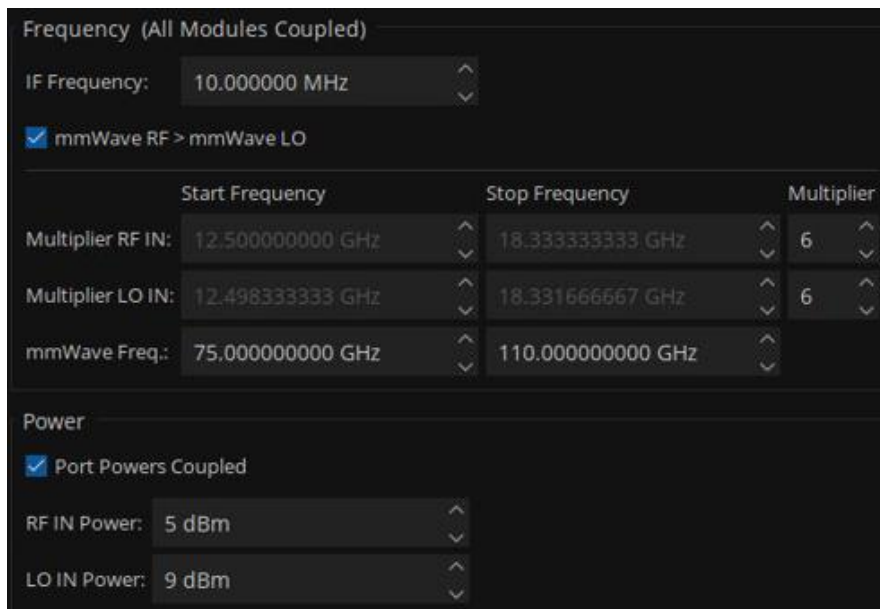

图 3-6 配置扩频模块参数
6. 配置扩频模块参数，如倍频系数、频率、功率等，如图 3-6 所示。